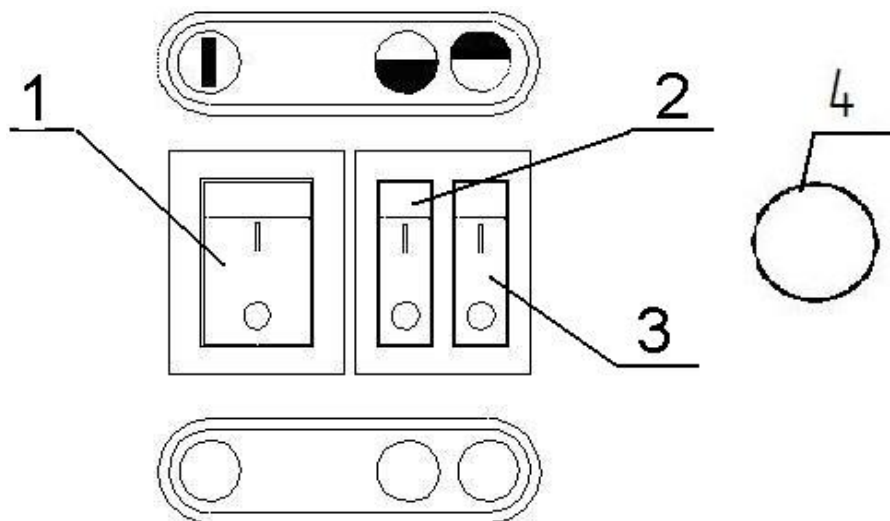
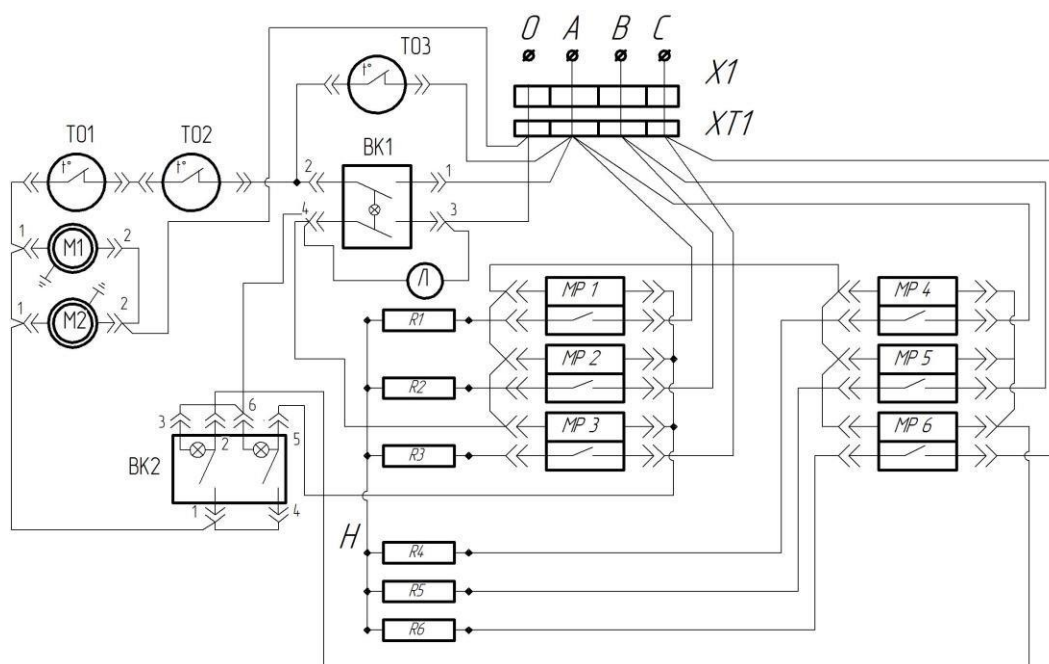

Рис. 1 Клавиши управления.
Рис.2 Схема электрическая принципиальная ТЗ-6, ТЗ-9.
Схема электрическая принципиальная приведена на рис.2. Положение клавиш управления на рис.1.
7.1.1. Для включения режима воздушной завесы необходимо: включить клавишу сетевого выключателя (поз.1, рис.1) в положении **Ⓚ**, при этом включаются вентиляторы и загорается подсветка клавиши, создается режим «воздушный занавес».
7.2.1. Для подогрева воздуха в режиме 1 установить клавишу позиции 2 (рис 1) в положение «**☉**», при этом загорится лампочка подсветки клавиши и включатся три нагревателя мощностью 3 кВт (ТЗ-6) и 4,5 кВт (ТЗ-9). Для работы в режиме 2 установить клавиши 2 и 3 (рис.1) в положение «**☉**» и «**☉**» при этом горит подсветка всех клавиш и завеса работает с полной мощностью 6 кВт (ТЗ6) и 9 кВт (ТЗ-9).